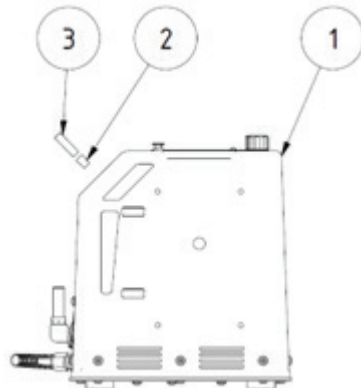

Fig. 6: Vidange d'huile du groupe électrohydraulique
Un entretien régulier de la pompe hydraulique (Fig. 6, pos. 1) permet de prolonger la durée de vie des joints et des pièces mobiles. En cas d'utilisation fréquente de la pompe hydraulique, l'huile hydraulique doit être entièrement remplacée pour éliminer les dépôts et les petites particules flottantes du réservoir. Le premier changement d'huile doit être effectué après environ 50 heures de fonctionnement, puis une fois par an.
- Retirez le bouchon fileté et vissez le raccord fileté 1/2" (Fig. 6, pos. 2) muni du tuyau en silicone (Fig. 6, pos. 3) dans l'ouverture du réservoir.